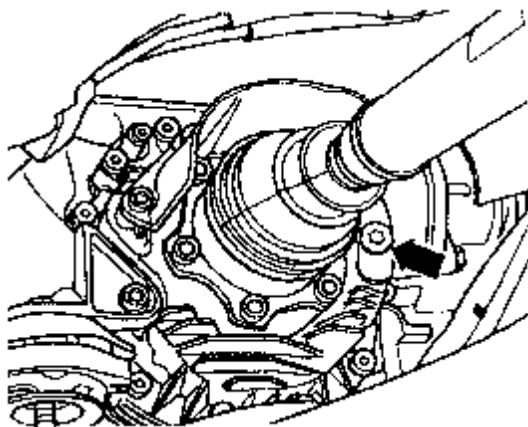

图 8-96 检查主减速器机油
- (1) 试运行发动机一会儿,使机油升温到 60℃。
- (2) 将汽车置到举升架或者放到装配坑上,这样使车保持水平。
- (3) 使发动机熄火,大约 5min 后机油回流。在下面放好接油槽,拧下机油加注螺栓(箭头),如图 8-96 所示。机油液面应该到加注孔下沿。
- (1) 把汽车放到举升架上或装配坑上。放上接油槽,拧下加油螺栓(图 8-96 所示箭头)。
- (2) 慢慢地均匀地往前驱主减速器内加注机油,直到加注孔下沿。加注时间最少需要 5min,这样能够保证差速腔和滞动腔之间的油位平衡。
- (3) 拧上旧的加油螺栓。
- (4) 试运行一会儿,使机油升温到大约 60℃。最后一定要检查前驱主减速器内油位是否正常。